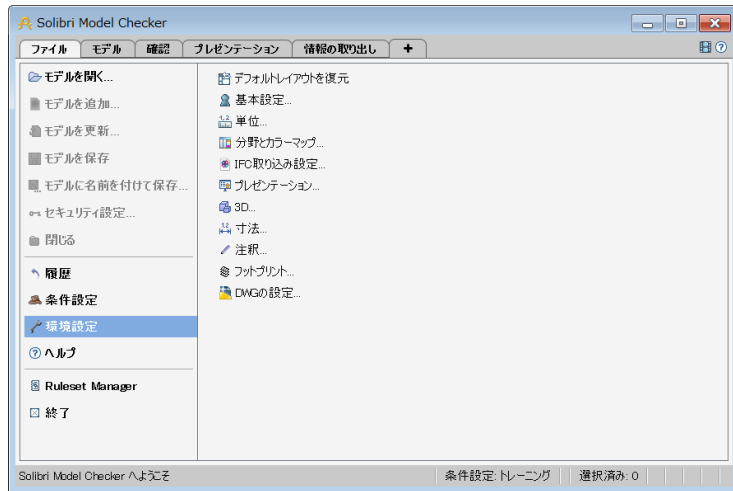

図 7 ファイルレイアウトと環境設定項目
8) 次に左のメニューから「環境設定」を選択し設定項目の一覧を表示します。(図7を参照)